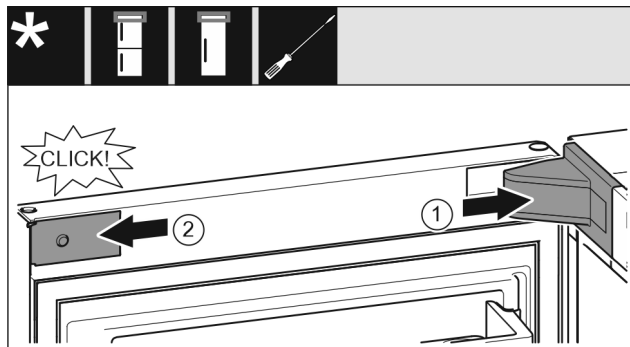

Fig. 65
- Uzlieciet un nofiksējiet gultņa balsta pārsegu Fig. 65 (1), ja nepieciešams, uzmanīgi atspiediet.
- Šānos pielieciet un nofiksējiet aizsegu Fig. 65 (2).